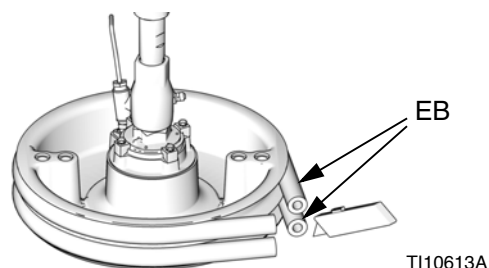

Рис. 17
2. Обрежьте ножом нижние и верхние скребки и удалите их с опорной емкости. См. Рис. 17.